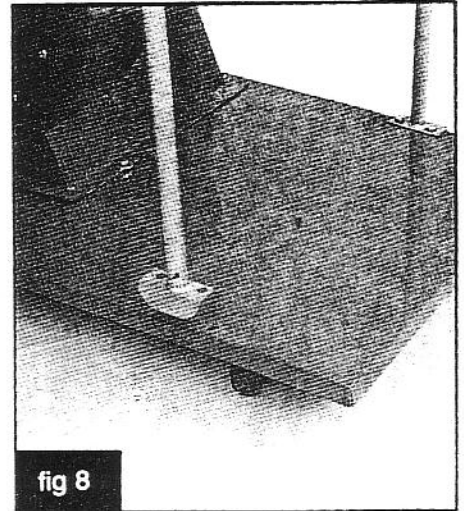

fig 8
▲ fig.8 Nun montieren Sie die beiden Staubsackhalterungen(E) auf der Grundplatte.